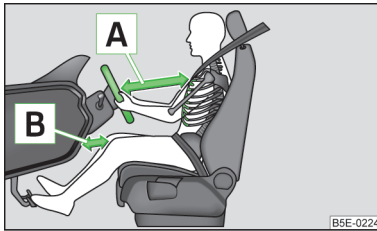

Abb. 115
- Das Lenkrad so einstellen, dass der Abstand zwischen Lenkrad und Brustbein mindestens 25 cm beträgt **A** » Abb. 115 und der Abstand der Beine zur Schalttafel im Bereich des Knieairbags mindestens 10 cm beträgt **B**. Wenn Sie den Mindestabstand nicht einhalten, kann Sie das Airbag-System nicht schützen - Lebensgefahr!